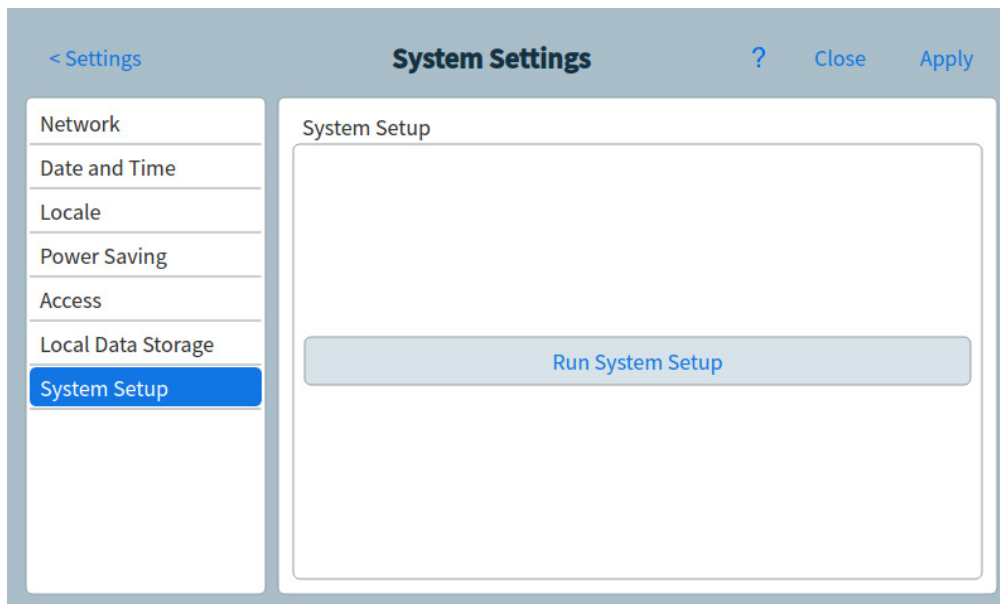

Figure 60. Page de Configuration du système
- 1 À partir de la page Paramètres du système, sélectionnez le bouton de sélection de page **Configuration du système**. La page Configuration du système apparaît. Voir **Figure 60**.